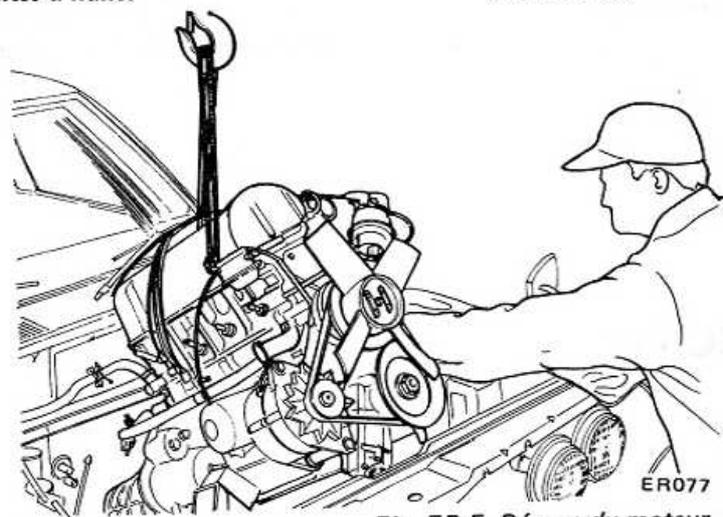

Fig. ER-5 Dépose du moteur
20. Soulever l'ensemble moteur-boîte et le déposer du véhicule. Voir figure ER-5.